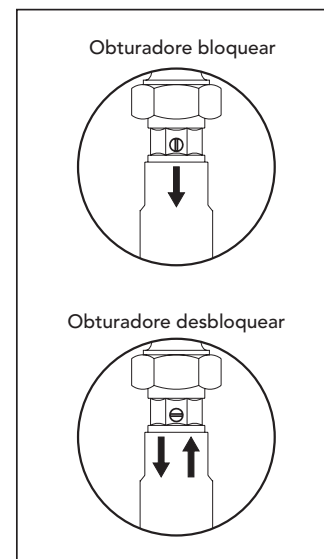

fig. 13b
- Para vaciar completamente la instalación de calefacción usar el grifo 193 de la fig. 16, después de haber desbloqueado los obturadores de las dos válvulas antirretorno part. 194 de la fig. 16 (ver también fig. 13b). Usar como entrada de aire los purgadores de los radiadores. Si la caldera está conectada a la instalación mediante válvulas de compuerta, comprobar su completa apertura. En caso de que la caldera estuviese situada en un punto más alto respecto a los radiadores, la parte de instalación que comprende estos últimos se deberá vaciar separadamente.